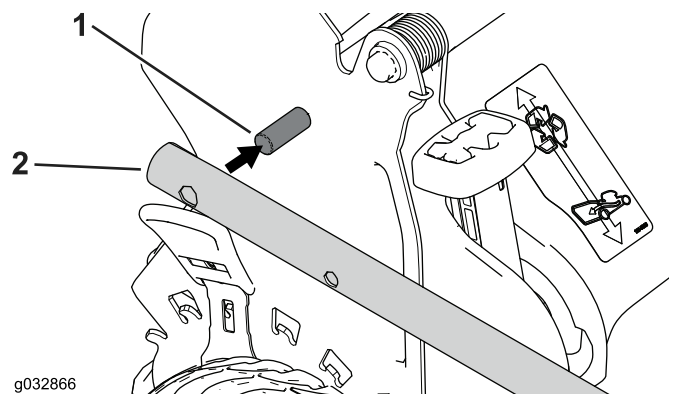

Рисунок 5
1. Вставьте торцевые части рукоятки в корпус газонокосилки так, чтобы штифт, прикрепленный к каждому кронштейну рукоятки, находился в нижнем отверстии соответствующей торцевой части рукоятки (Рисунок 5).